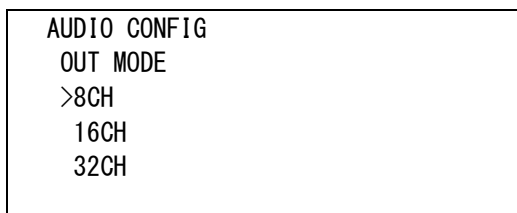

図4-89 AUDIOテストFREQUENCYメニュー(AUDIO TEST OUT MODE例)
- 1) AUDIO CONFIG メニューで「OUT MODE [OTMD]」を選択し、**ENTER** ボタンを押すと図 4-89 のような設定メニューが表示されます。
(62) AUDIO TEST DURATION